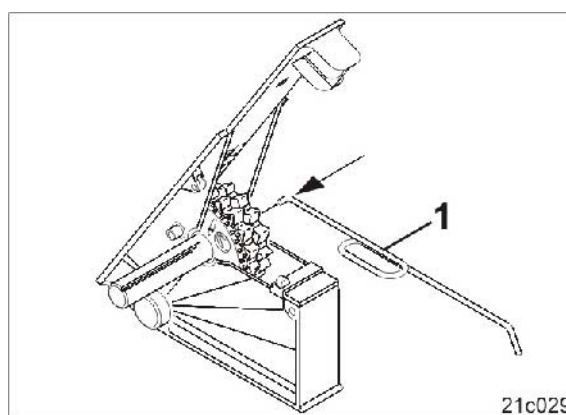

Fig. 120
2. Tryk stiften mod finsåhjulet med den medleverede nøgle (Fig. 120/1).